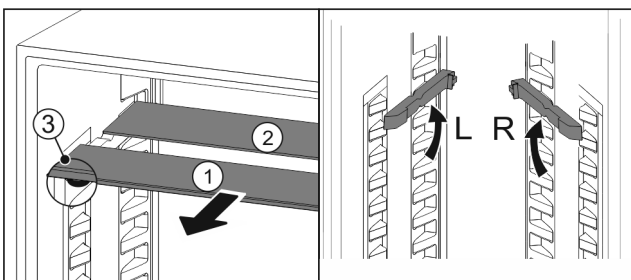

Fig. 69
- Glasplatten einzeln nach vorne herausziehen Fig. 69 (1).
- Glasplatte Fig. 69 (1) mit Zierleiste liegt vorne.
- Stopps Fig. 69 (3) zeigen nach unten.